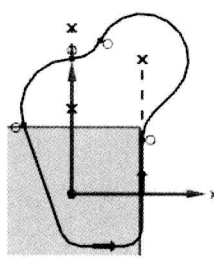

图 2.14.5 添加约束（二）
Step 2 参照上述步骤可标注图 2.14.5 所示的其余约束。